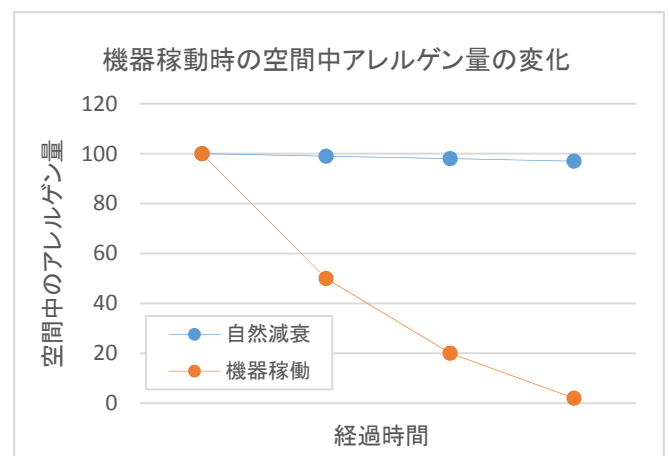

図3. エアコン・空気清浄機の試験 結果例
- 製品のアレルゲン除去性能を訴求するためのエビデンスを取得したい（図3）。